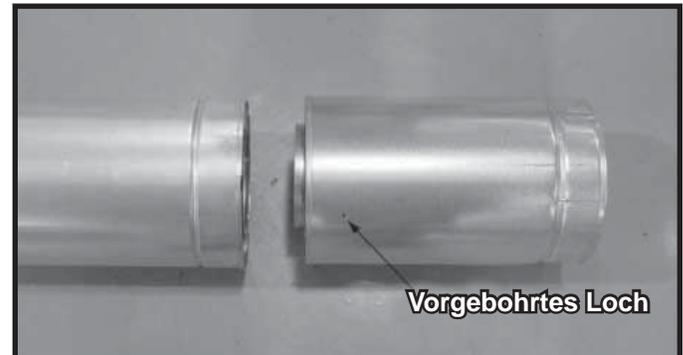

Abbildung 10.6 Vorgebohrte Löcher im Gleitelement
- Schieben Sie den inneren Gaszug des Gleitelements in den inneren Gaszug des Rohrsegments und den äußeren Gaszug des Gleitelements in den äußeren Gaszug des Rohrsegments. Siehe Abbildung 10.6.